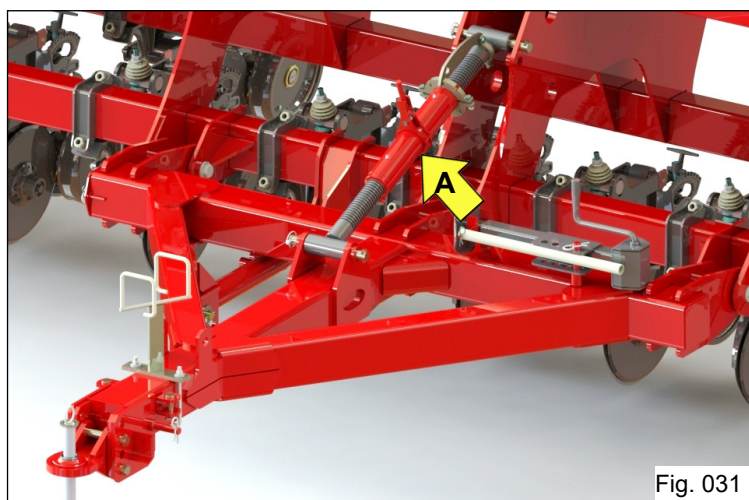
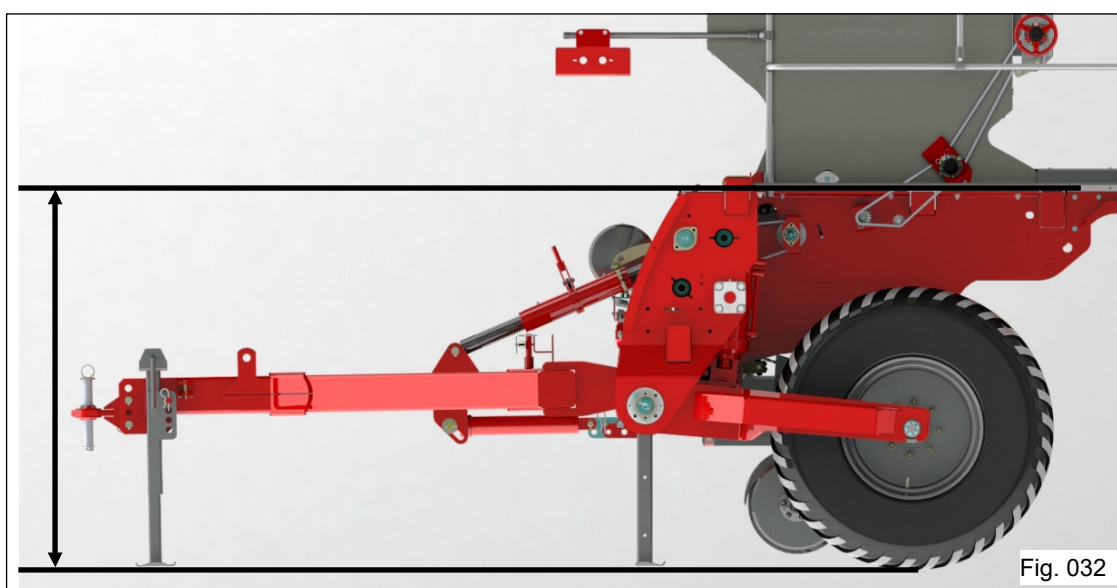

Fig. 031
Fig. 032
- Através do regulador do cabeçalho (Fig. 031) movimente o extensor até que a lateral do chassi esteja alinhada em relação ao solo (Fig. 032). Quando se estende o comprimento do regulador do cabeçalho, a plantadora tende a inclinar para trás, quando se encurta o comprimento do regulador do cabeçalho, a plantadora tende a inclinar para frente.